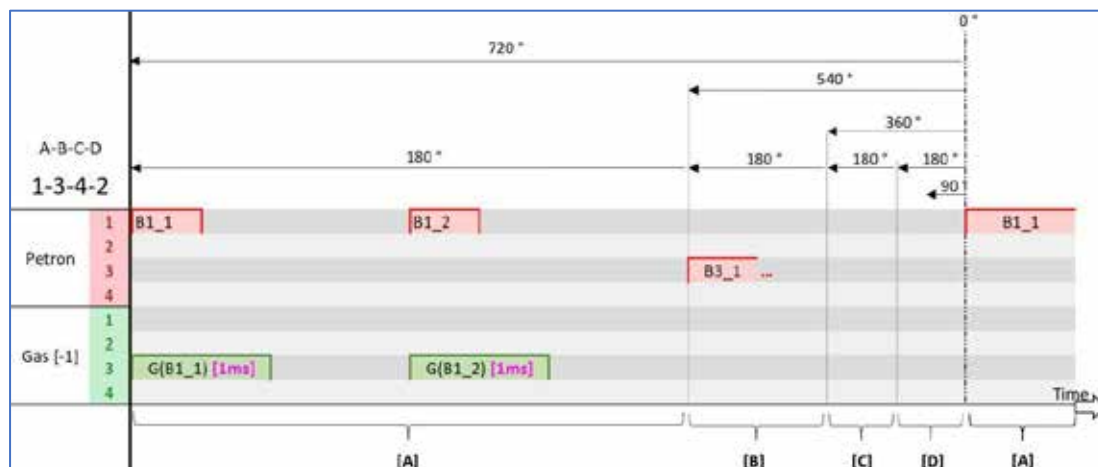

Рис. 2.114 Визуализация углового сдвига (короткое время подачи газа)
**Рис. 2.114** визуализирует ситуацию, в которой два отдельных коротких впрыска бензина генерируют 2 коротких газовых импульса. Медленные газовые форсунки вообще не откроются, а быстрые могут открыться, но дозировать не правильно количество газа. Если это произойдет, скорее всего это приведет к рывкам и нестабильной работе автомобиля.